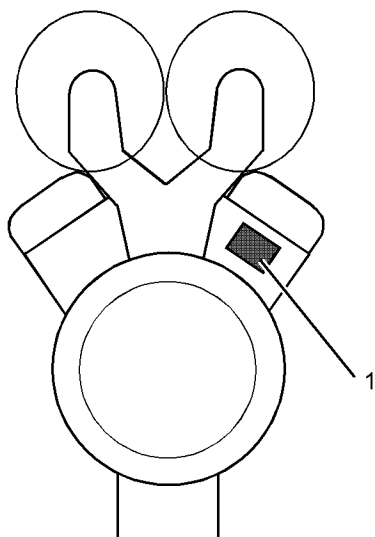

Рис. 24
Паспортная табличка (1) двигателя V-образного исполнения закреплена на задней поверхности блока цилиндров (блок А). См. рис. 24 .